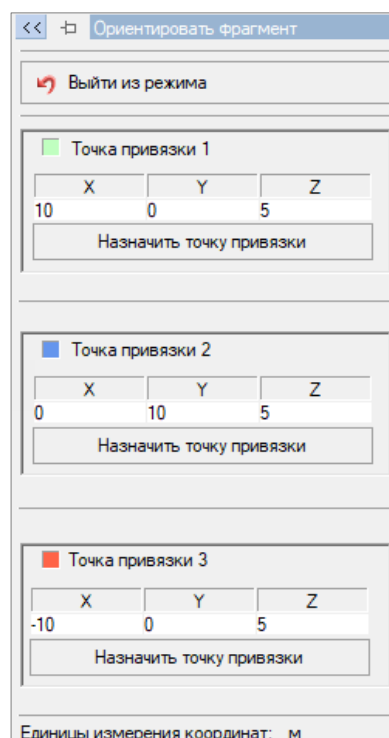

Рис. 2.83
- указанием координат (рис. 2.83);